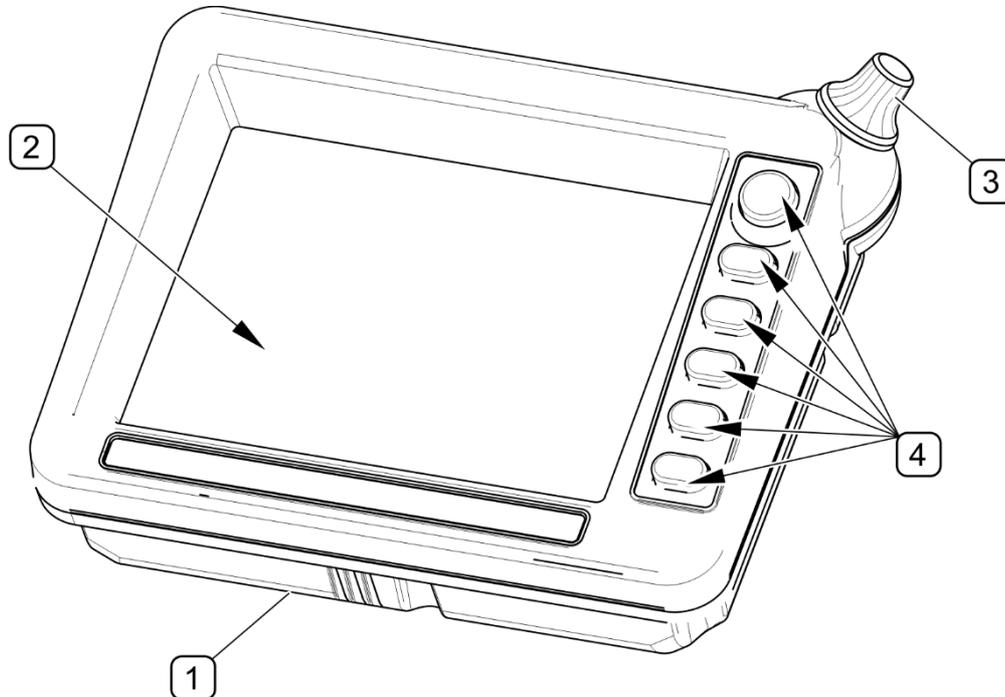

ABBILDUNG 3.8 Allgemeiner Aufbau des Steuerpults
(1) - Gehäuse; (2) - LCD-Anzeige; (3) - Drehregler; (4) - Funktionstasten
Das Steuerpult (ABBILDUNG 3.8) besteht aus dem Gehäuse (1), einer farbigen LCD-Anzeige (2), einem Drehregler (3) für die Änderung der Parameter sowie aus sechs Funktionstasten (4).